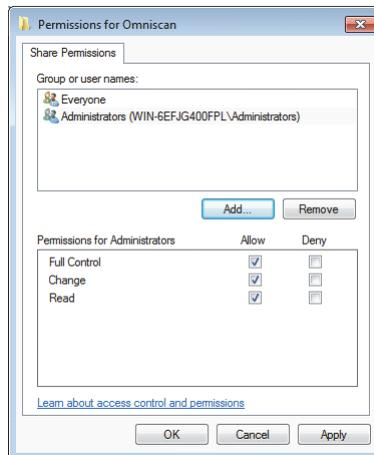

Figure 7-31 Boîte de dialogue Permissions for OmniScan (Windows 7)
10. Dans la boîte de dialogue **Permissions for OmniScan** (Autorisations pour OmniScan), cliquez sur **Add** (Ajouter) [voir la Figure 7-31 à la page 242].